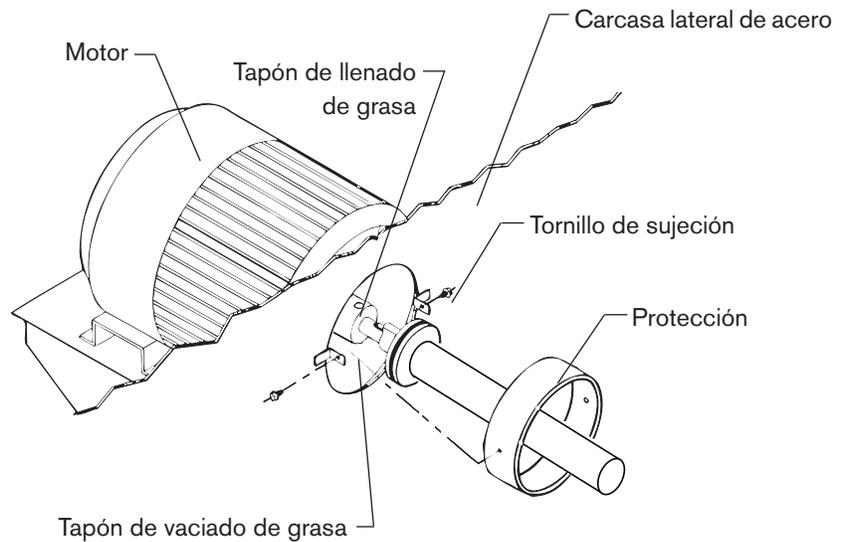

Figura 6
1. Retire la protección como se muestra en la Figura 6. El cojinete del motor del extremo opuesto es accesible desde el exterior del refrigerador por líquido.